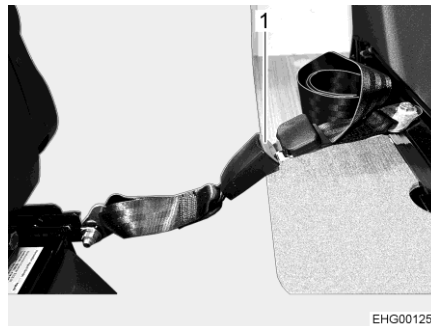
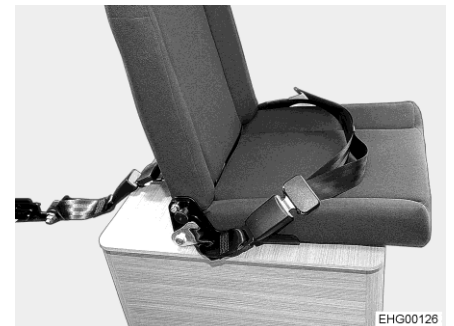

Fig. 33 Sangle de sécurité
Fig. 34 Siège (entièrement monté)
- Insérer la sangle de sécurité (Fig. 33,1) dans la boucle de fermeture de la ceinture. Le siège supplémentaire est désormais entièrement monté (Fig. 34).